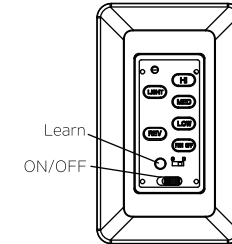

Fig. 30
**Étape 1.** Une fois l'installation terminée, appuyez sur le bouton LEARN (Apprentissage) pendant 3 secondes dans les 30 secondes de la mise sous tension CA. Le ventilateur se mettra en marche à une vitesse moyenne et la lumière (si installée) s'allumera. Vous avez la confirmation que le réglage SMART SYNC fonctionne correctement. (Fig. 30)
Remettez le ventilateur au plafond sous tension et faites des essais pour en garantir un bon fonctionnement (Fig. 30)